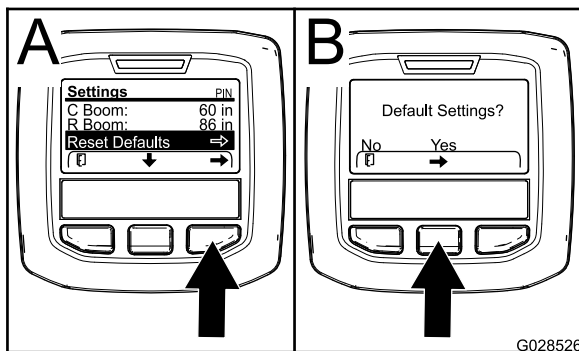

Figura 74
- Pulse el botón de selección central para ir a la opción Restablecer predeterminados (Figura 74).
- En la pantalla Ajustes predeterminados, pulse el botón de selección izquierdo para NO o el botón de selección derecho para Sí (Figura 74).